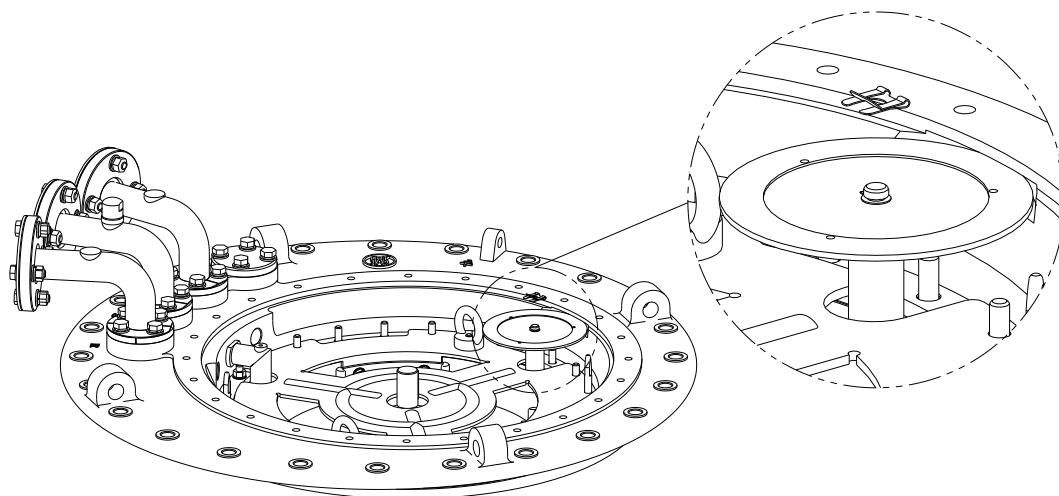

图 5-15
4. 档位盘的拆卸。先从轴端拔出开口锁片，拆下分接档位盘（图 5-15）。